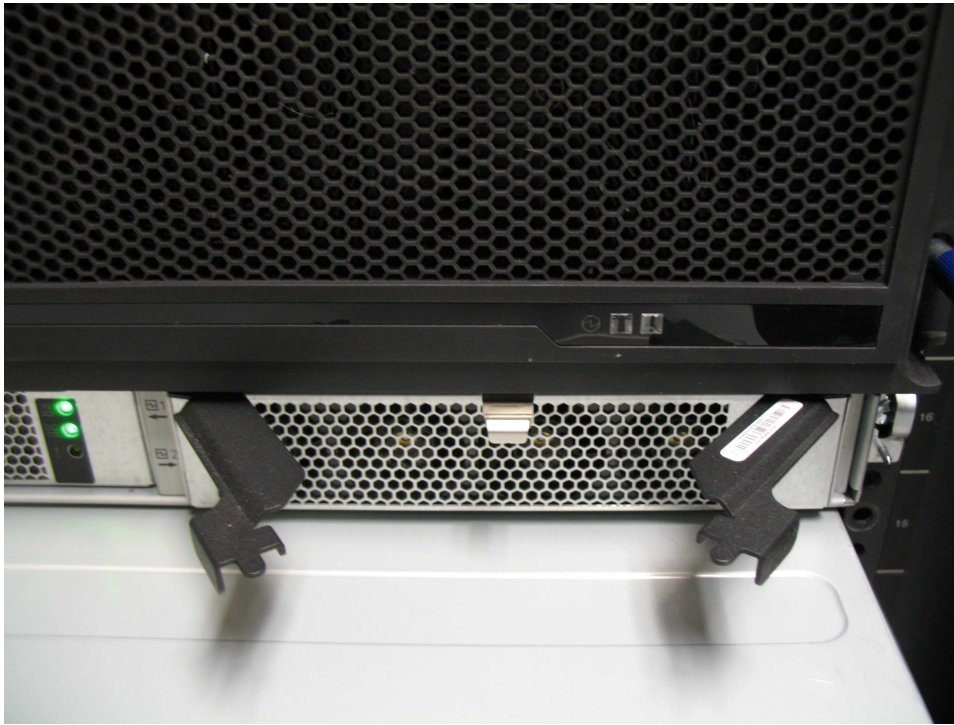

Figure 108. Libération des poignées de l'alimentation électrique
Chaque unité d'alimentation électrique fournit le refroidissement à la partie inférieure du boîtier. Assurez-vous que la deuxième unité d'alimentation électrique du boîtier est sous tension et fonctionne correctement. Par exemple, dans la figure 108, à la page 118, l'unité d'alimentation électrique 1 fonctionne alors que l'unité d'alimentation électrique 2 est retirée.
4. Faites tourner les poignées vers l'extérieur, comme indiqué dans figure 108.